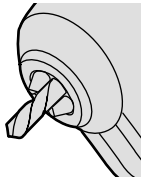

FIG. 13
3. Ouvrir les mâchoires du mandrin en faisant tourner l'écrou du mandrin dans le sens antihoraire (fig. 13).